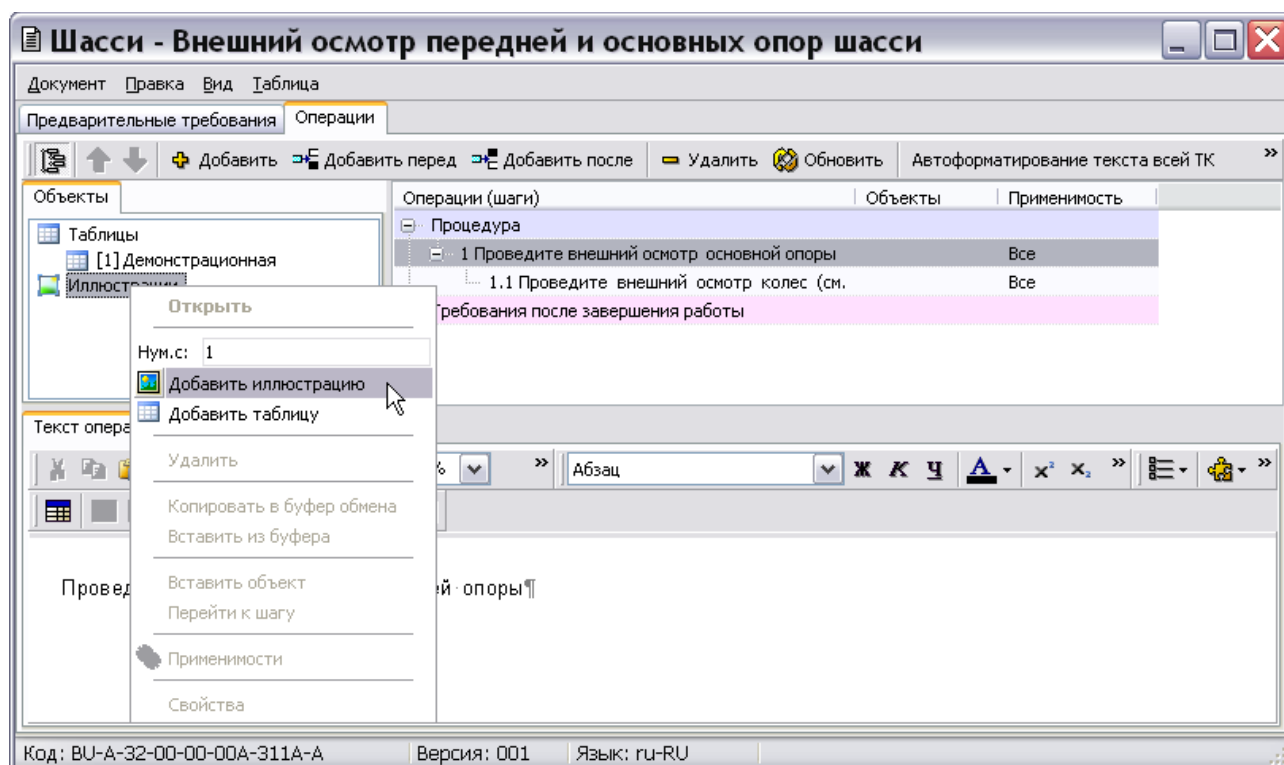
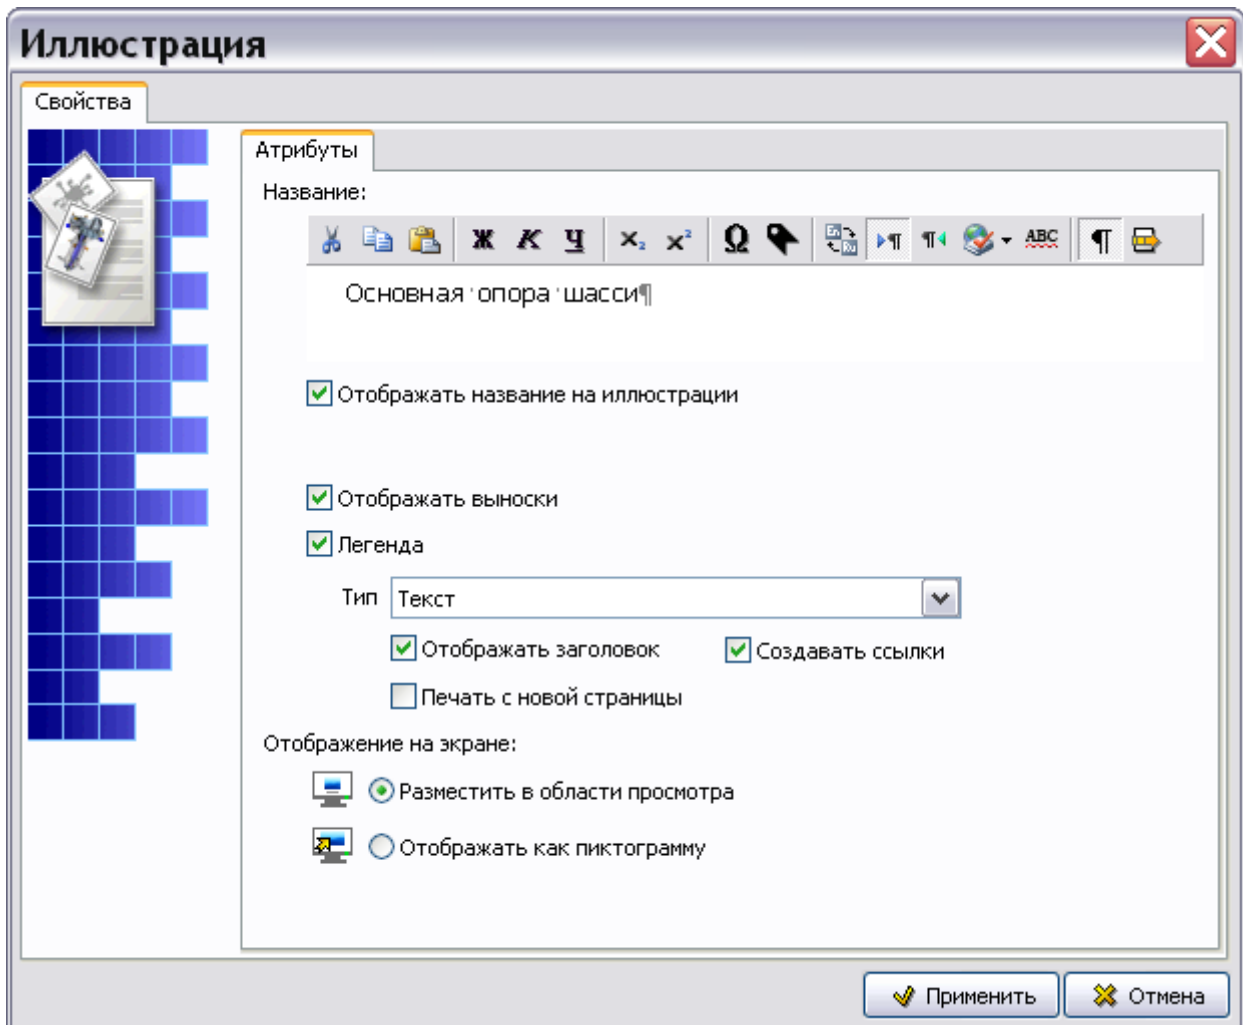

Рис. 7.55
Рис. 7.56
4. На вкладке **Операции** в верхней части слева выберите инструмент **Объекты** . В левой части верхнего окна появится вкладка **Объекты** со списком объектов, которые можно вставлять в документ (Рис. 7.55).
5. На вкладке **Объекты** щелкните правой кнопкой мыши по названию объектов **Иллюстрации**. При этом появится контекстное меню (Рис. 7.55). Пункт меню **нум.с** : рассмотрен в подразделе «**Нумерация объектов**» раздела 5.3.3. Установить номер, с которого начнется нумерация объектов, можно и до их создания, и после.
6. Из контекстного меню выберите команду **Добавить иллюстрацию** (Рис. 7.55). При этом откроется окно **Иллюстрация** (Рис. 7.56).
7. Заполните вкладку **Атрибуты**, как показано на Рис. 7.56.